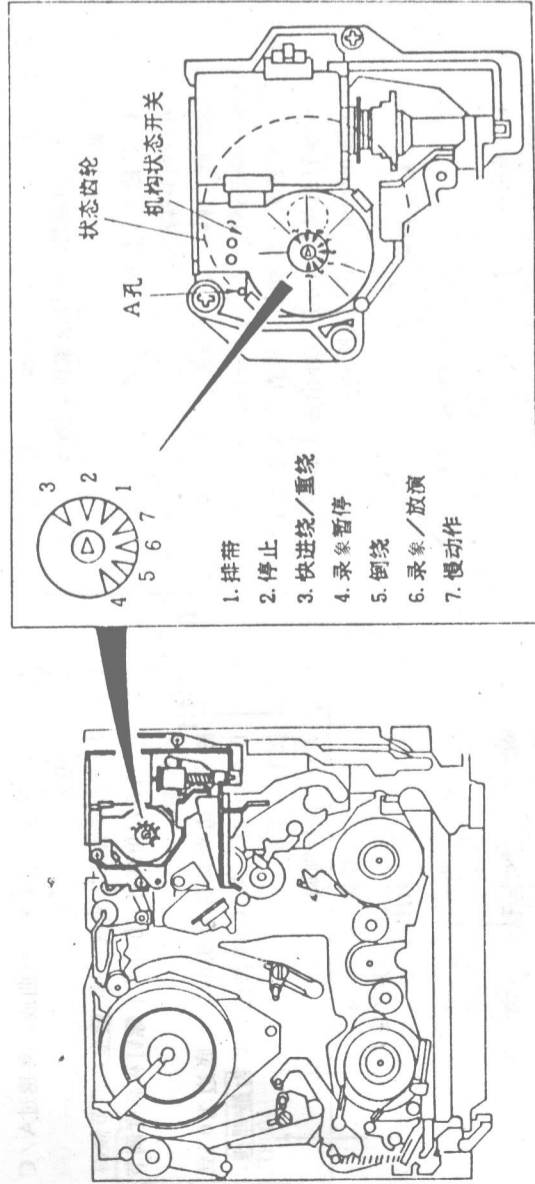

图 47
步骤: ①检查机构状态开关的中心轴上的箭头是否指着机构状态指示号码1的箭头。也检查机构状态开关的孔(A)和状态齿轮上的孔是否对准, 如图47所示;
②如果上列位置没对准, 请按下列方法调节: